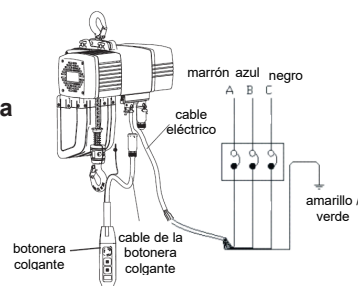

Imagen 4
- 4 Instalación de la botonera (Imagen 4)
- 5 Montaje del cable eléctrico (Imagen 4)